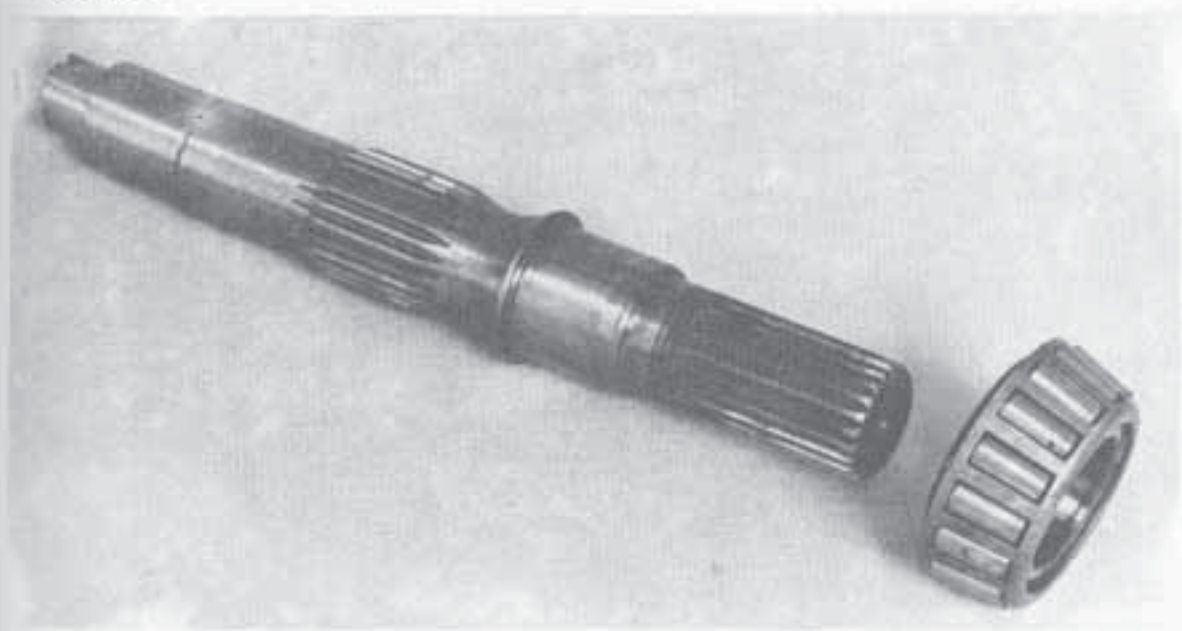

Рис.62.
2. Подшипник монтировать на новый вал регулируемого насоса. Рис.62.